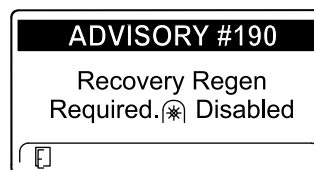

Figura 53
- Recovery regen required (Es necesaria una regeneración de recuperación) ADVISORY #190 (Aviso n.º 190) (Figura 53)